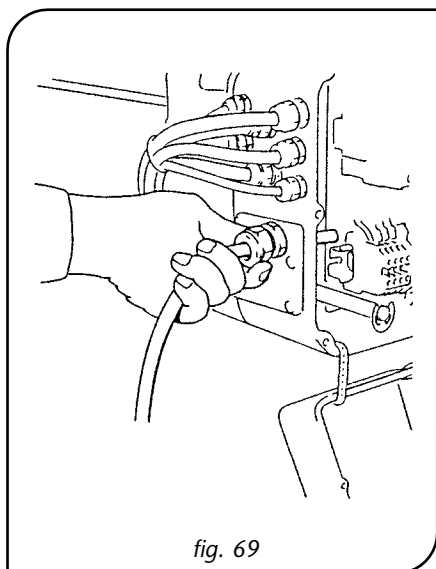

fig. 69
- *Completi di comandi incorporati (quadro di comando in bassa tensione e relativa pulsantiera). In questo caso tutti i cablaggi sono già stati predisposti e sarà sufficiente collegare la linea di alimentazione alla morsettiera contenuta nell'apparecchiatura di comando, ubicata nel lato opposto al motore (fig. 69).*
3. Provvedere a convogliare il cavo di linea, che dovrà essere serrato con l'apposito pressacavo, se il paranco è **dotato** di quadro di comando incorporato (fig. 69).